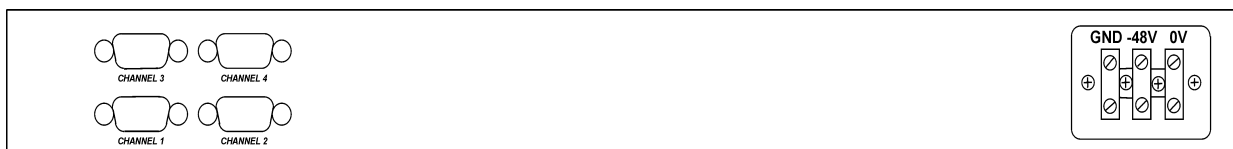

Рис. 4. Тыльная сторона FM16 DC
3. Подключите питание. Для приборов исполнения DC и AC+DC проследите за соблюдением полярности подключения (см. рис. 4 и 5 и маркировку разъемов питания). Должен гореть индикатор PWR, остальные не горят.